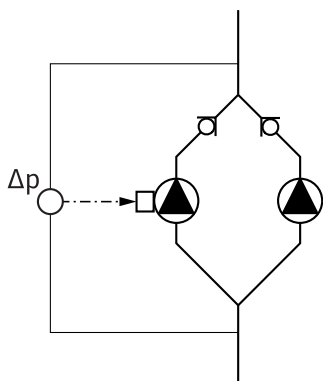

Fig. 12 : Exemple, raccord DDG
- Dans le sens d'écoulement, la pompe maître est celle de gauche. Raccorder le capteur de pression différentielle sur cette pompe. Les points de mesure du capteur de pression différentielle de la pompe maître doivent se trouver dans le tuyau collecteur concerné côté aspiration et refoulement de la station à double pompe (fig. 12).